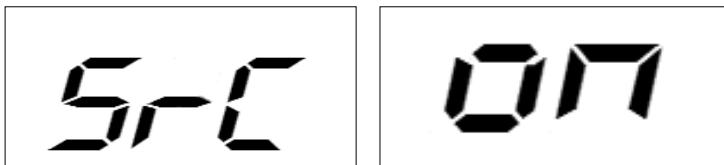

图 F3.11 - “搜寻模式开启”信息
- 1) 机器停止转动后屏幕自动显示 SrC 自动进入寻找模式，如图 F3.11 所示。